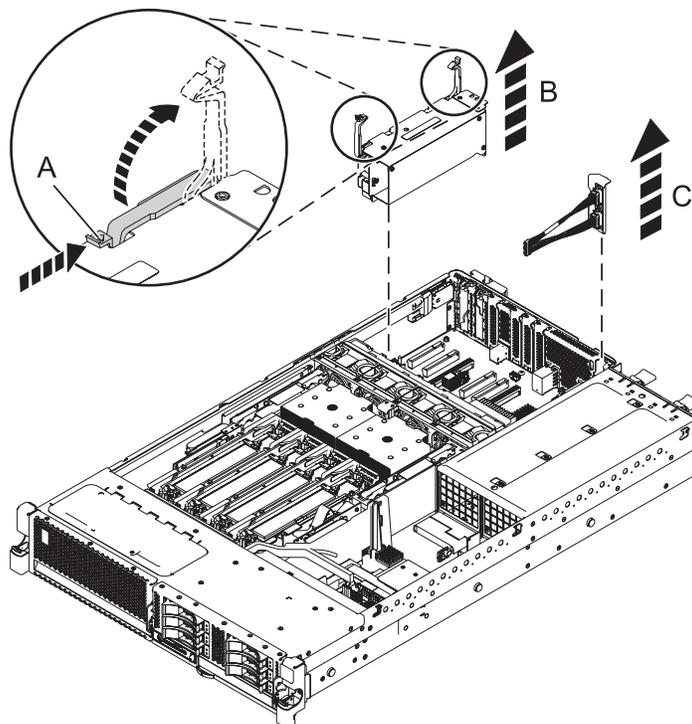

図 6. システムからの GX アダプター (FC EJ0G) の取り外し
13. システムを保守位置にした状態で、図 6 に示すように、GX ++ アダプター (フィーチャー・コード (FC) EJ0G) のラッチ (A) をアンロックします。
14. ラッチ (A) をオープン位置まで均等に引き上げ、アダプター (B) のラッチをつかみ、アダプターをシステムの GX スロット 2 (P1-C8) から持ち上げて外します。
- b. 図 6 に示すように、FC EJ0G 2 ポート SPCN ケーブル・アセンブリ (C) のテール・ストック・ブラケットの上部を注意してつかみ、システムの GX スロット 1 (P1-C1) から持ち上げて外します。